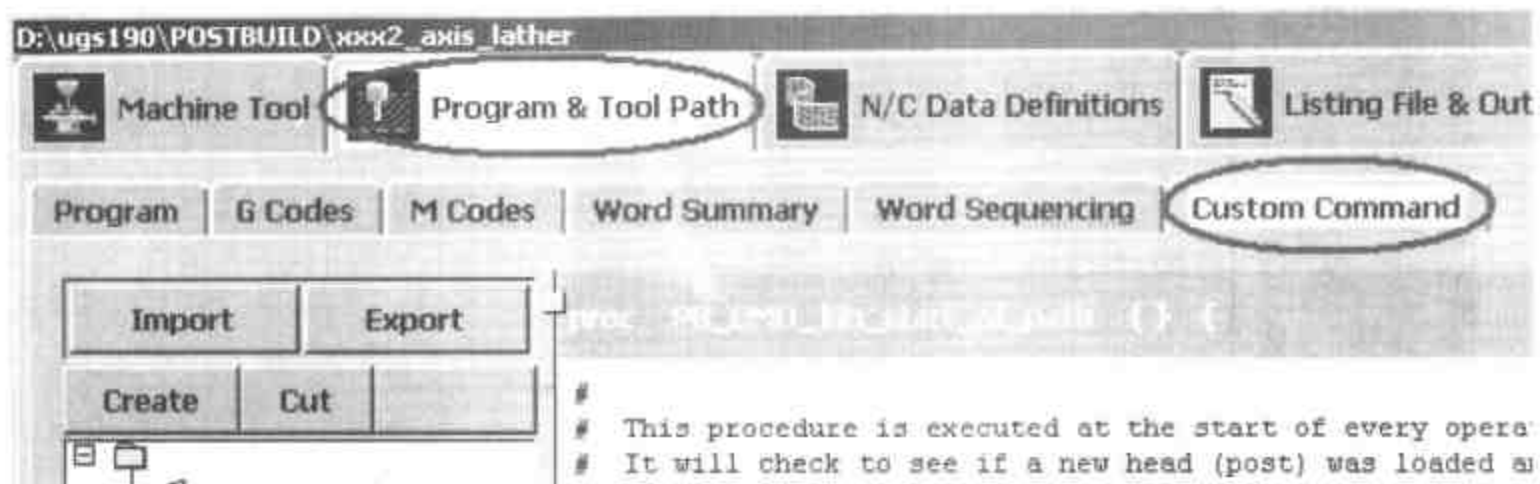

图 5-9 选择用户指令 (Custom Command)
- 选择 Custom Command (如图 5-9 所示)。